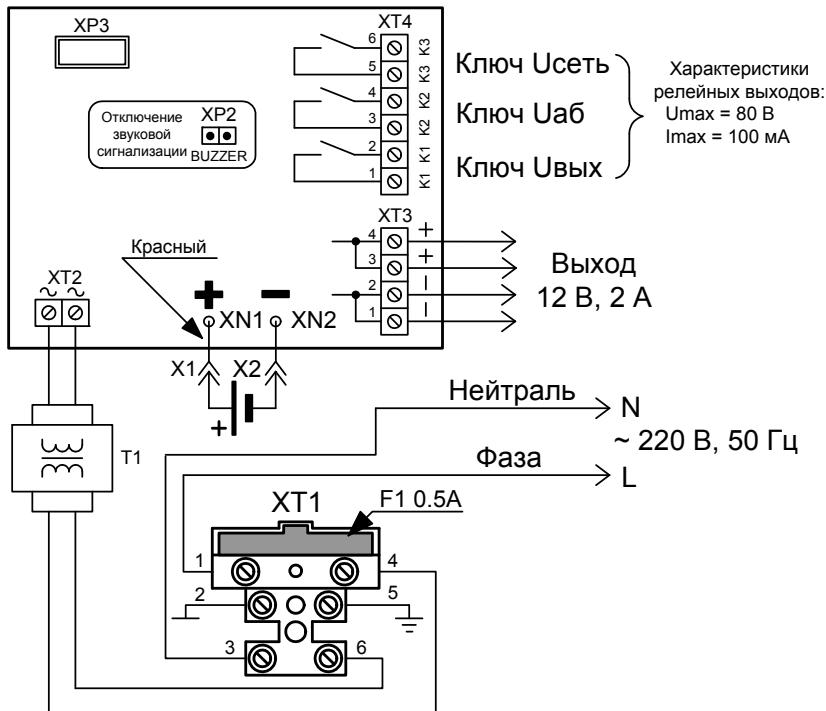

Рисунок 1 Схема подключения РИП
1.2.15 РИП обеспечивает возможность отключения звуковой сигнализации путём снятия перемычки с разъёма ХР2 (расположение разъёма показано на Рис. 1.).
**ВНИМАНИЕ!** При подключении внешнего питающего напряжения 220 В к сетевой колодке необходимо соблюдать правильность подключения проводов «фаза» и «нейтраль». Подключение производить в соответствии с рисунком, расположенным на внутренней стороне корпуса или в соответствии с Рис. 1 данной этикетки.
- подключить нагрузку к выходной клеммной колодке, соблюдая полярность (XT3/1,2 – «-», XT3/3,4 – «+», см. Рис. 1).
ж) При необходимости организации дистанционной сигнализации наличия сетевого напряжения, выходного напряжения и напряжения батареи подключить выходы оптореле K1, K2 и K3 к шлейфам сигнализации приборов согласно Рис. 1. Состояния цепей оптореле приведены в Таблице 1.